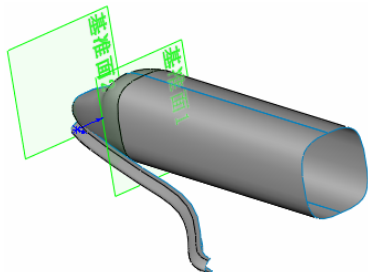

图 8-24 扫描曲面后的图形
⑧ 扫描曲面。选择菜单栏中的“插入”→“曲面”→“扫描曲面”命令, 或者单击“曲面”工具栏中的“扫描曲面”图标按钮, 此时系统弹出如图 8-23 所示的“曲面-扫描”属性管理器。在“轮廓”一栏中, 用鼠标选择图 8-22 中的草图 2; 在“路径”一栏中, 用鼠标选择图 8-22 中的草图 1。单击属性管理器中的“确定”图标按钮, 完成曲面扫描, 结果如图 8-24 所示。